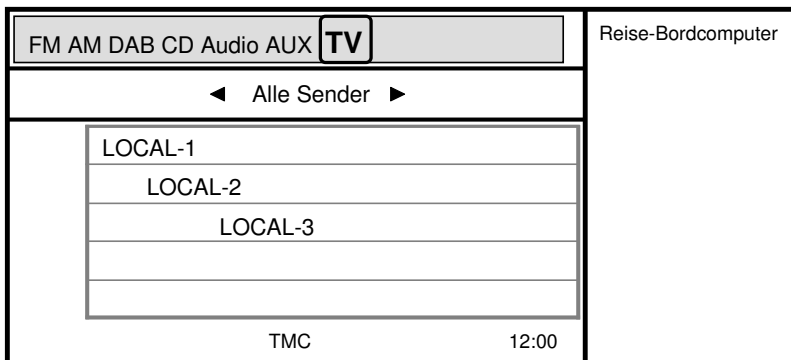

Abb. 35
2. **TV-Tuner** Quelle auswählen (Abb. 35).